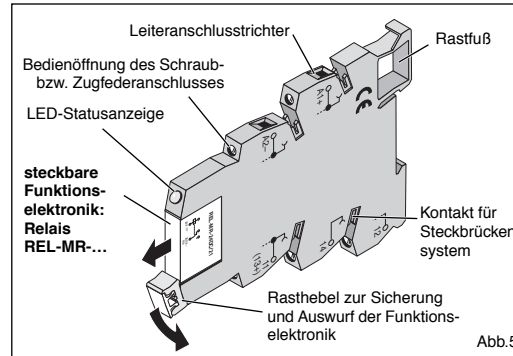

Abb.5
**3.1. Relais mit Wechslerkontakt (Abb.5/6)**